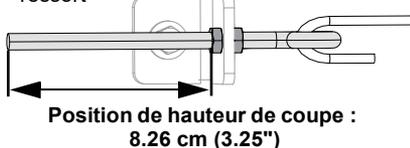

Figure 66
4. *Carter de 52" / 60" uniquement :* Mesurer la longueur de l'ancrage du ressort depuis le bord extérieur du contre-écrou jusqu'à l'extrémité du boulon. Régler à nouveau la tension des ressorts, le cas échéant. Voir Figure 66.